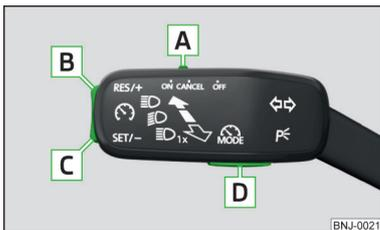

Fig. 202
## Vista general del sistema regulador de la velocidad del GRA » fig. 202
- ▶ Presionando la tecla **D** » fig. 202.
- Al pulsar la tecla **D** » fig. 202 durante la regulación, se cancelará y se activará el dispositivo de limitación de velocidad.